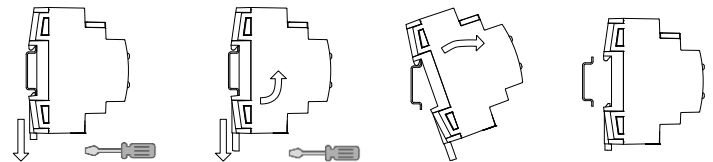

**Figura 2:** Instalación y conexión ZPS640HIC110
- La alimentación principal debe conectarse a los terminales L, N y tierra de acuerdo con el esquema de la figura 2.